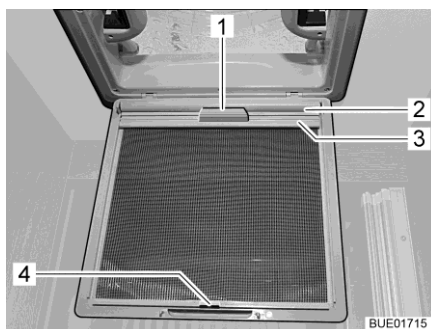

Fig. 27 Store occultant (lanterneau)
- Tirer le store occultant (Fig. 27,2) par la poignée (Fig. 27,1) et accrocher la baguette de support (Fig. 27,3) dans le crochet (Fig. 27,4) sur la moustiquaire.
- Enlever la baguette de support (Fig. 27,3) de sur le crochet (Fig. 27,4) et faire lentement redescendre le store occultant (Fig. 27,2) en le tenant par la poignée (Fig. 27,1).